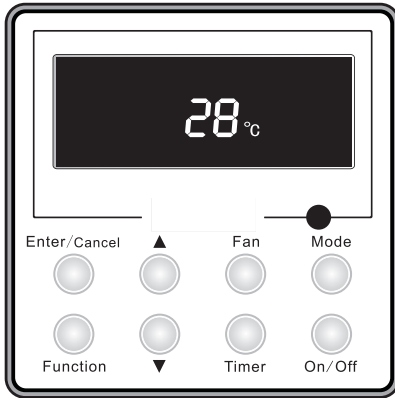

Fig.4 Apagado
- ① . El estado que se muestra en la Fig. 4 indica el estado apagado de la unidad después del encendido